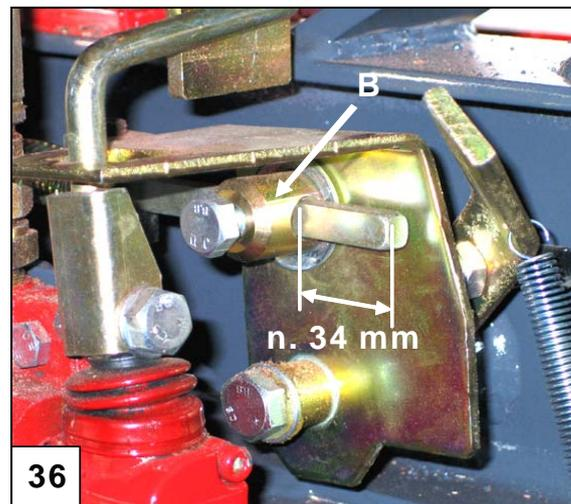

Abb. 36. Anfangseinstellungen des Ventils
- Der grobe Einstellungswert beträgt ca. 34 mm (Abbildung 36).
1. Lösen Sie die Feststellschraube B auf der Achse (17-mm-Schraubenschlüssel, Abbildung 36).